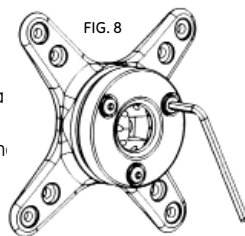

FIG. 8
1. Para ajustar el ángulo de inclinación o girar la pantalla, sujete firmemente los lados de la pantalla y muévala con cuidado a la posición deseada. Si encuentra que el soporte es muy difícil de mover o está demasiado flojo para sostener la pantalla en su posición, ajuste los tres tornillos que se encuentran directamente detrás de la cabeza del soporte mediante el sudo de la llave hexagonal o Allen S4 que se suministra en los accesorios de montaje (ver fig. 8). Ajuste los tres tornillos de manera uniforme.